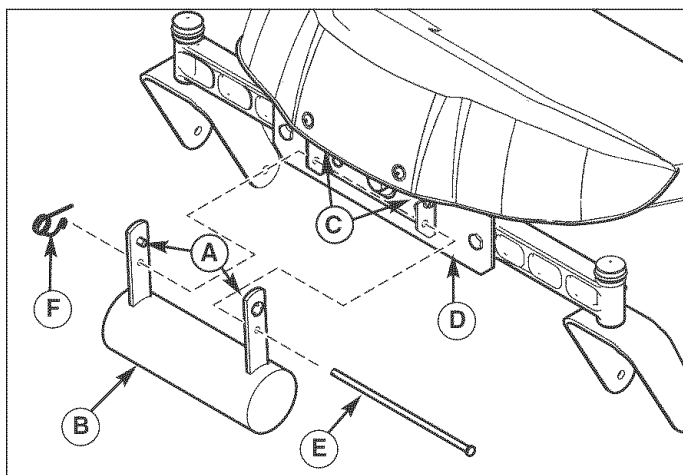

Figure 16. Installation du contre-poids
1. Glisser les goupilles (A, Figure 16) sur le contre-poids (B) dans les fentes (C) sur la patte de support du repose-pied avant (D).
2. Fixer le contre-poids (B) avec la goupille (E) sur le support de repose-pied avant (D).
3. Fixer la goupille (E) avec le clip de sécurité (F).